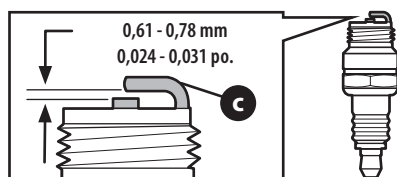

Figure 15
3. Mesurez l'écartement de la bougie avec une jauge d'écartement. Ajustez au besoin en pliant l'électrode de côté (c) (Figure 15). L'écartement doit être de 0,024 à 0,031 po.